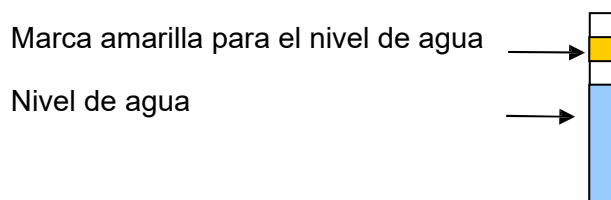

Figura 27
**Precaución:** Llène la unidad solo con agua destilada. No llene en exceso más allá de la marca de nivel de agua de color amarillo según se indica en la Figura 27 y Figura 32.